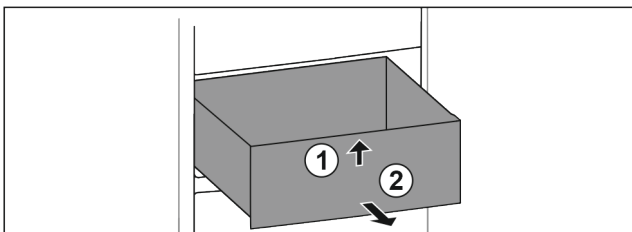

Fig. 23
- ▶ Lade aan de voorkant optillen. Fig. 23 (1)
- ▶ Lade naar voren toe verwijderen. Fig. 23 (2)